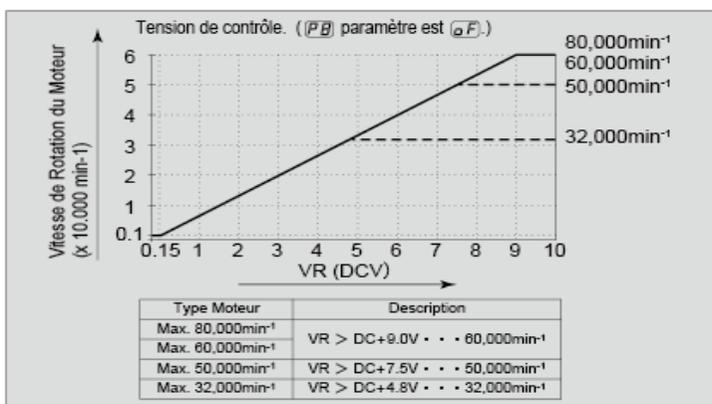

Fig. 42
- La figure 42 montre les caractéristiques du signal de La tension de contrôle de vitesse moteur et la vitesse de rotation avec le paramètre " P8 " réglé sur " OFF ".